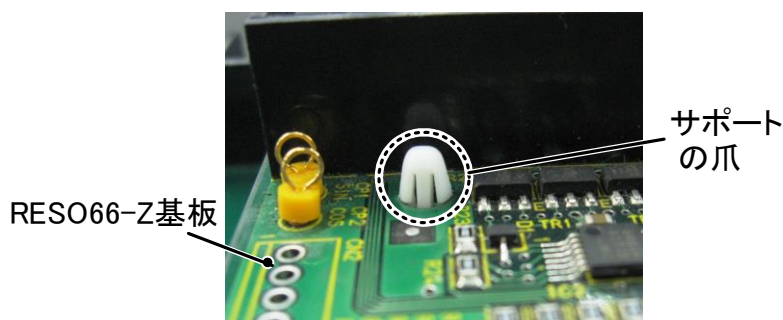

図3.5 サポートの爪部分
- (6) VFC66-Z基板のCN6とRESO66-Z基板のCN1、および(5)で取り付けしたサポートとRESO66-Z基板の4箇所の穴が合うようにRESO66-Z基板を取り付けます。図3.5のようにサポートの爪部分が基板上部に引っ掛かるまで基板を押し込んでください。CNのピンがズレて装着される可能性がありますのでCNにズレがないかをご確認ください。